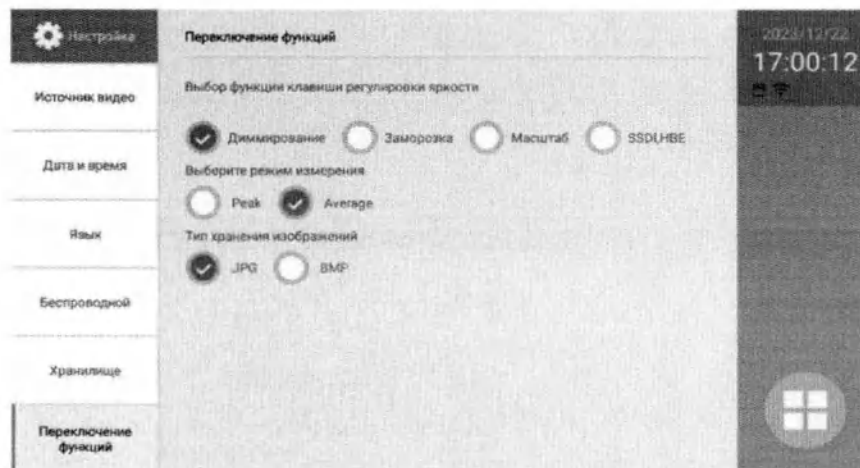

Рис. 3.11 Проверка освещения и автоматического затемнения в главном меню.
3.2.5.1 В главном меню нажмите кнопку «Переключение функций». Войдите в интерфейс настройки переключения функций и выберите опцию выбора функции клавиши регулировки яркости под словом «Диммирование» (как показано на рис. 3.11). Затем вернитесь в интерфейс предварительного просмотра.